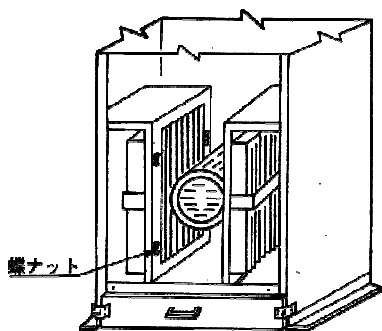
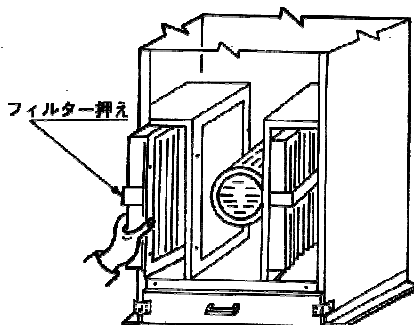

図1
図2
- ①パッチン錠を外して前ふたを開けてください。
- ②フィルターは左右に1個ずつ、図1のように取り付いています。
- ③蝶ナットを緩め(片側4ヶ)、蝶ナットとワッシャーを取り外します。
- ④フィルター押えとフィルターをセット状態のまま図2のように静かに外部へ引き出します。
- ⑤フィルター押えとフィルターを分離させます。
- ⑥フィルターの取り付けは、上記と逆の手順で作業を行ってください。